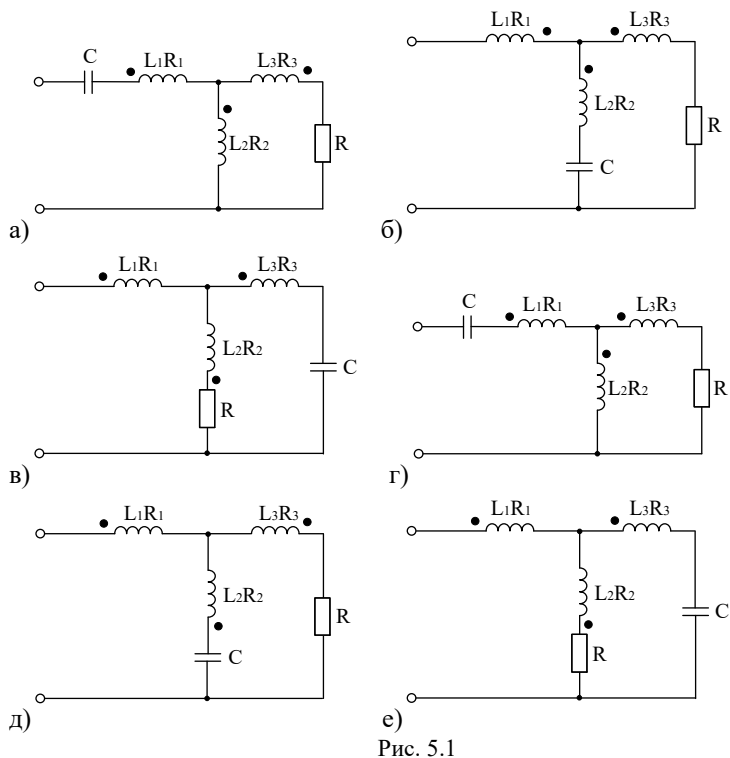

Рис. 5.1
1.2. Составить в общем виде систему уравнений по законам Кирхгофа, необходимую для расчета индуктивно-связанной цепи, приведенной на рис. 5.1. Для заданных значений входного напряжения и параметров элементов цепи расчетным путем определить ток в неразветвленной части цепи. Схему, значение входного напряжения и параметры цепи согласно своего варианта выбрать из таблицы 5.1. Номер варианта указывает преподаватель. Схему цепи, расчетные уравнения и решение привести в отчете.
2.3.1. Собрать разветвленную электрическую цепь по схеме номера своей бригады (рис.5.1). Величину зазора магнитопровода установить согласно указаниям преподавателя.